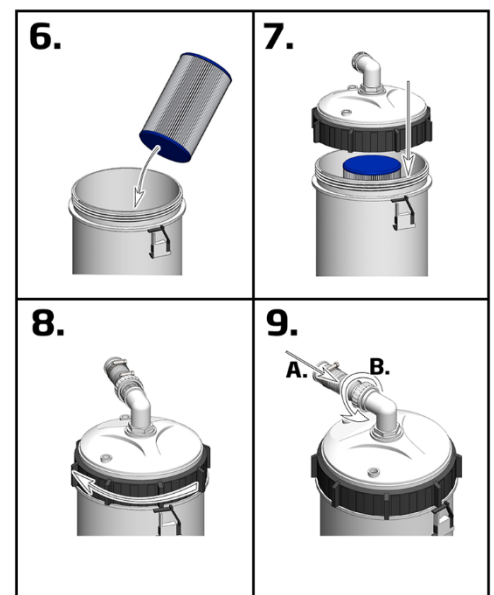

Bild 11 - Installera patronen
1. Installera den nya eller tvättade filterpatronen. Kontrollera att den är centrerad och sitter stadigt på plats (6./Bild 11).
2. Spänn fast låsringen ed handkraft genom att skruva den med medurs tills den svarta låsklämman snäpper fast. (Bild 11).